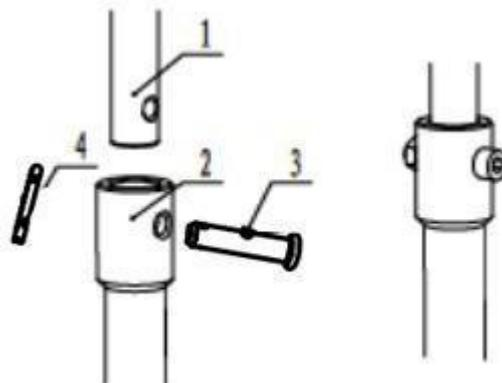

Fig. 1
5.1 Fixation de la tarière / foret. (Fig. 1)